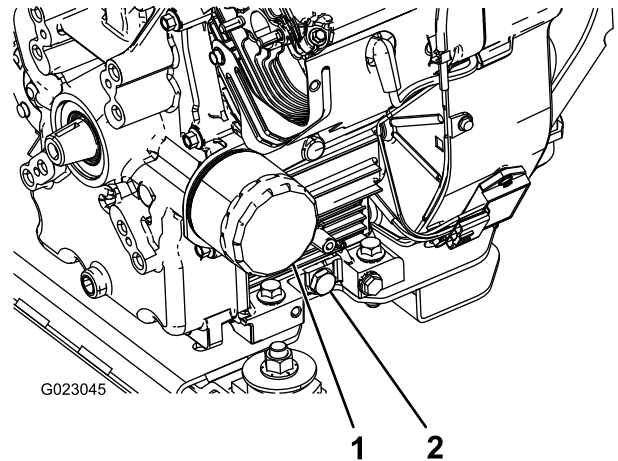

Figura 28
5. Retire el tapón de vaciado (Figura 28).
2. Retire el filtro de aceite (Figura 28).
5. Instale el filtro de aceite nuevo en el adaptador del filtro. Gire el filtro en el sentido de las agujas del reloj hasta que la junta de goma entre en contacto con el adaptador del filtro, luego apriete el filtro 1/2 de vuelta más (Figura 28).